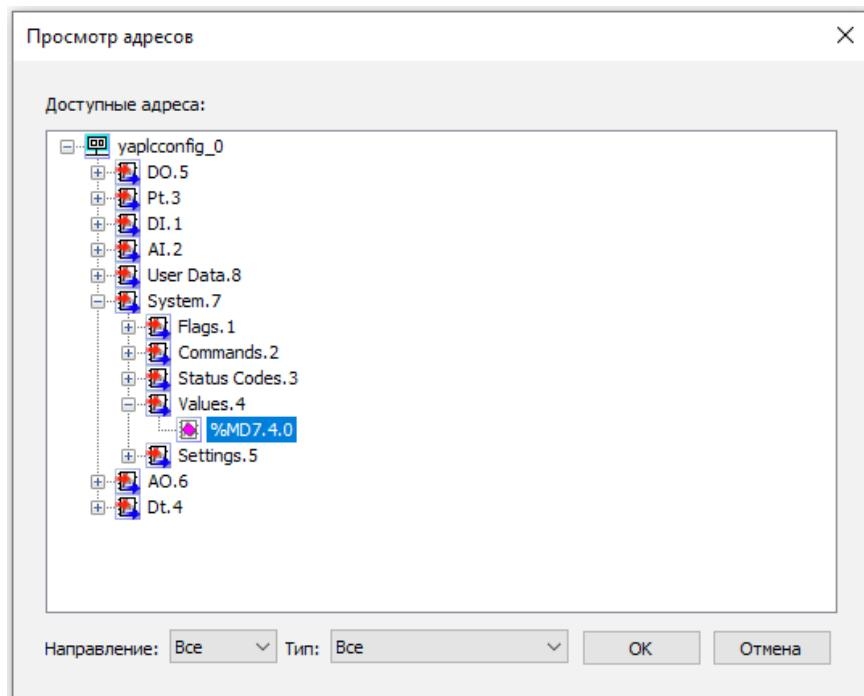

Рисунок 6.2 – Диалог просмотра адресов
- нажав появившуюся кнопку «...» в поле «Адрес» появится диалог «Просмотр адресов» (рисунок 6.2), в котором отображаются доступные для связывания регистры внешних модулей;